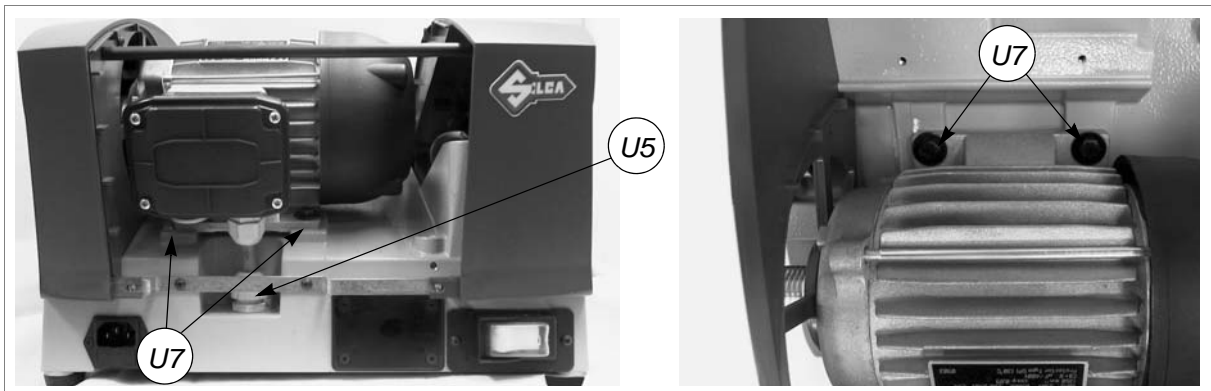

Fig. 35
- 8) Desenroscar la guía (U5) (fig.35).
- 10) Destornillar los 4 tornillos (U7) (fig.35) de sujeción del motor y sacarlo, teniendo cuidado con el cable.